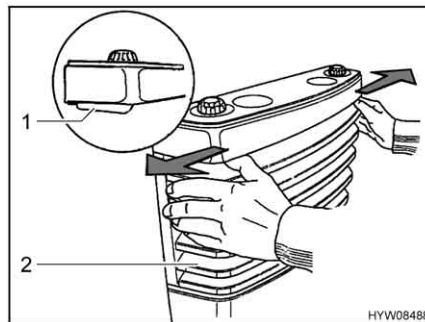

Bild 146 Heizungsverkleidung abnehmen
- Heizungsverkleidung (Bild 146,2) abnehmen. Dazu die beiden Verschlusshebel (Bild 146,1) gleichzeitig nach außen drücken und Verkleidung nach vorn klappen.